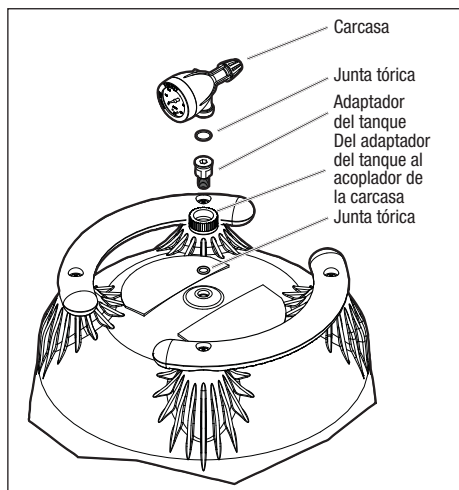

Figura 5. Manómetro/conjunto de alivio de presión
- Coloque la junta tórica más pequeña y gruesa en las roscas del adaptador del tanque (consulte la Figura 5). Deslice el adaptador del tanque a través de la tuerca de acoplamiento hacia el interior del tanque del filtro. Use las arandelas planas del adaptador del tanque para apretar. No apriete en exceso.
- Brinde apoyo a los tubos de entrada/salida de manera independiente para evitar tensiones indebidas en la válvula desviadora de dos (2) o tres (3) puertos del filtro.